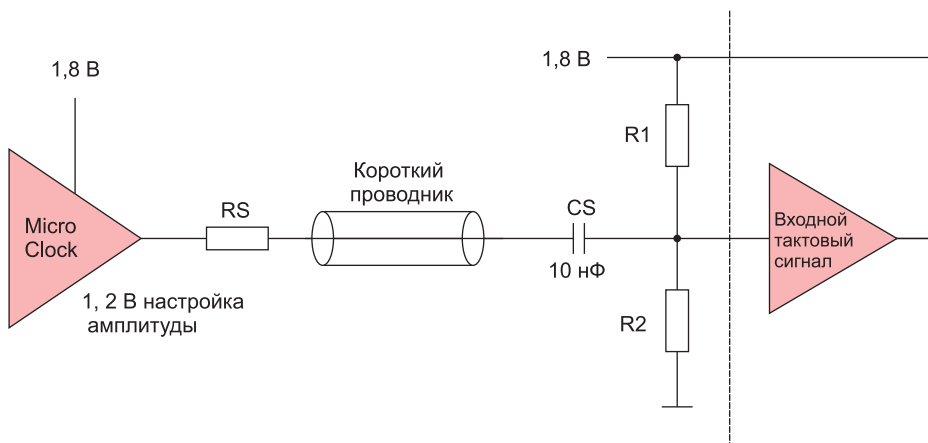

Рисунок 4. Подача сигнала с низкой амплитудой на вход CMOS при одинаковых VDD
- Подача входного тактового сигнала с более низкой амплитудой на схемы с питанием 1,8 В (рисунок 4). Сигнал амплитудой 1,2 В можно подавать на вход